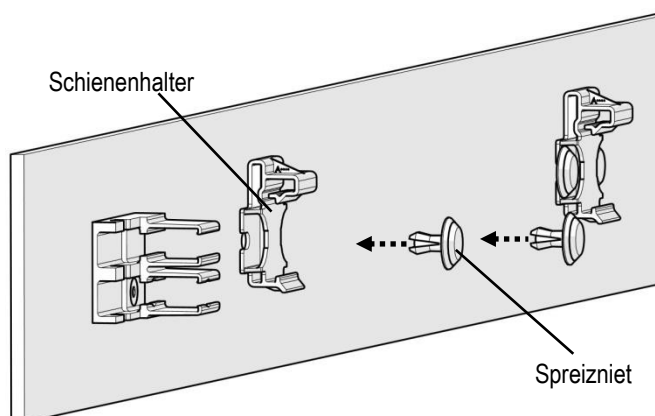
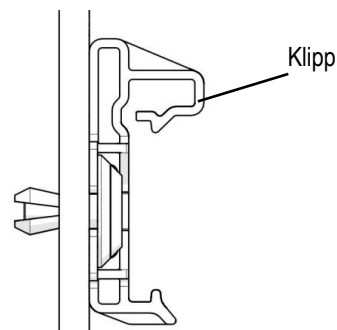

Abb. 22: Schienenhalter positionieren und einbauen
Abb. 23: Seitenansicht des Schienenhalters
- Schiene in Schienenhalter einklipsen (siehe Abb. 22 und Abb. 23).
- Bei der Positionierung des Schienenhalters muss der Klipp nach oben zeigen (siehe Abb. 23).
- Die nächste Schleifleitung in die Schienenhalter einrasten (siehe Abb. 22).